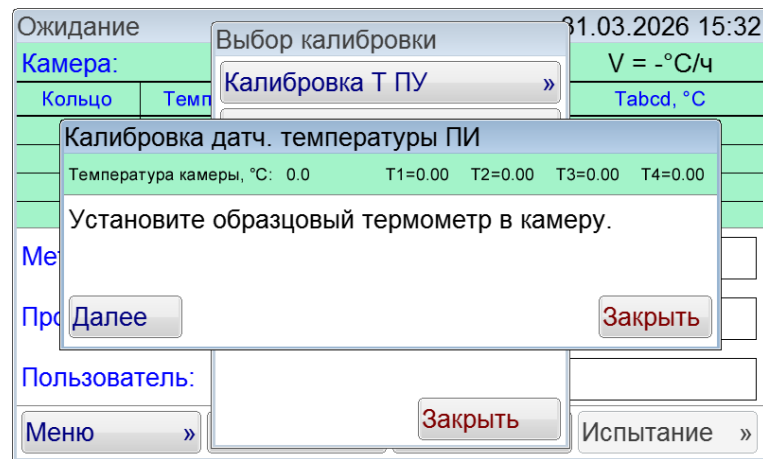

Рисунок 35 – Калибровка датчиков температуры ПИ
4) Нажать кнопку [Калибровка Т ПИ]. Откроется окно (см. рисунок 35).